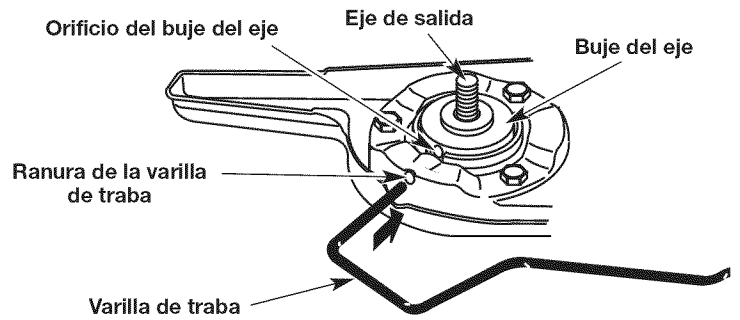

Fig. 13
1. Alinee el orificio del buje del eje con la ranura de la varilla de traba e inserte la varilla de traba en el orificio del buje (Fig. 13).
3. Alinee el orificio del buje del eje con la ranura de la varilla de traba e inserte la varilla de traba en el orificio del buje (Fig. 13).